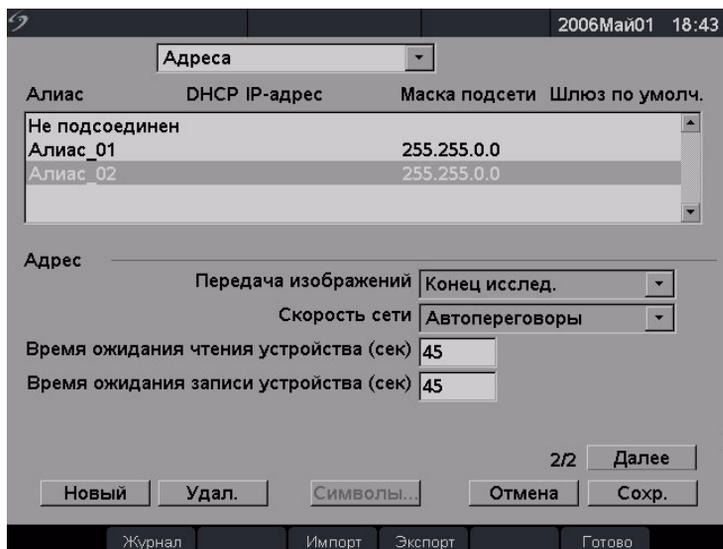

Рис. 5 Настройка параметров адресов DICOM (страница 2)
- 1 Введите сетевые данные в следующие поля: См. Рис. 5.